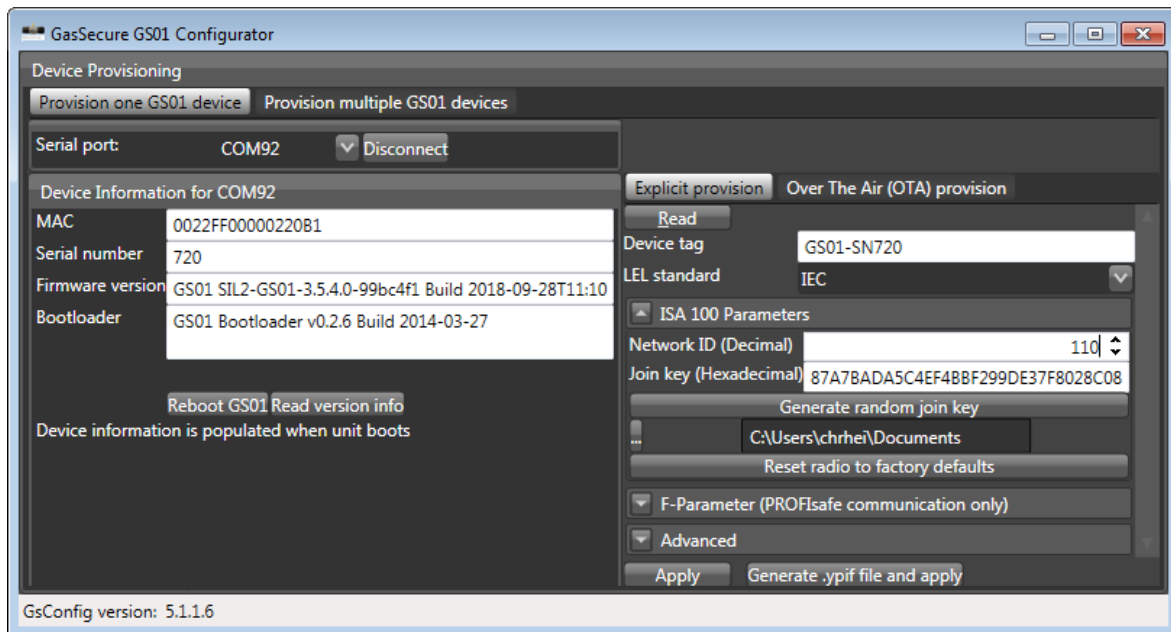

Figura 3-1: GS01 Configurator
- b) Ejecutar GS01 Configurator y seleccionar el puerto COM correcto. Mantener el modo predeterminado "Provision one GS01 device" (Provisionar un dispositivo GS01). Pulsar el botón "Connect" (Conectar) y comprobar que se muestra la información del dispositivo, cf. Figura 3-1. Pulsar el botón "Read version info" (Leer información de versión) si no aparece automáticamente la información del dispositivo. Pulsar el botón "Read" (Leer) para que se muestre el estado de provisionamiento actual del dispositivo. Mantener "Explicit provision" (Provisionamiento explícito).
- c) Introducir la etiqueta del dispositivo⁵ y la ID de red requerida en formato decimal⁶, consultar Figura 3-1.
- b) Ejecutar GS01 Configurator y seleccionar el puerto COM correcto. Mantener el modo predeterminado "Provision one GS01 device" (Aprovisionar un dispositivo GS01). Pulsar el botón "Connect" (Conectar) y comprobar que se muestra la información del dispositivo, cf. Figura 3-1. Pulsar el botón "Read version info" (Leer información de versión) si no aparece automáticamente la información del dispositivo. Pulsar el botón "Read" (Leer) para que se muestre el estado de aprovisionamiento actual del dispositivo. Seleccionar "Over The Air (OTA) provision".